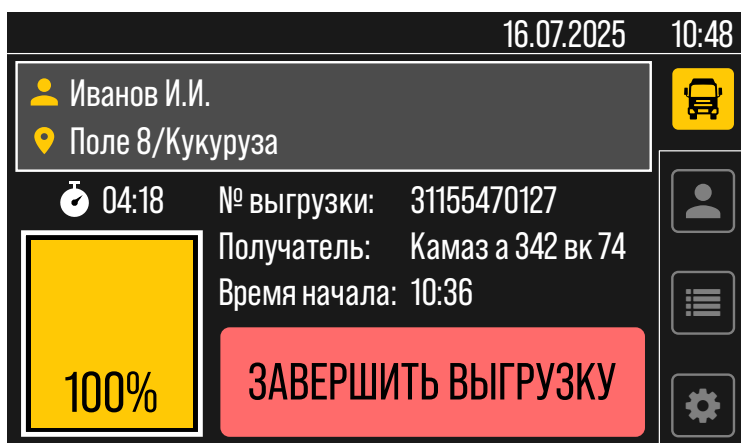

Рис.12. Экран завершения выгрузки
- По завершении выгрузки нажмите **«Завершить выгрузку»** (**Рис.12**) и подтвердите действие в появившемся окне.
- По завершении выгрузки нажмите «**Завершить выгрузку**» (**Рис.12**) и подтвердите действие в появившемся окне.